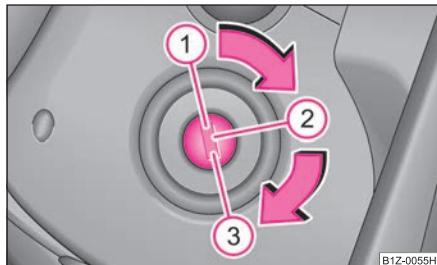

Abb. 114 Zündschloss-
- Drehen Sie den Zündschlüssel in Stellung ① ⇒ Seite 101, Abb. 114.